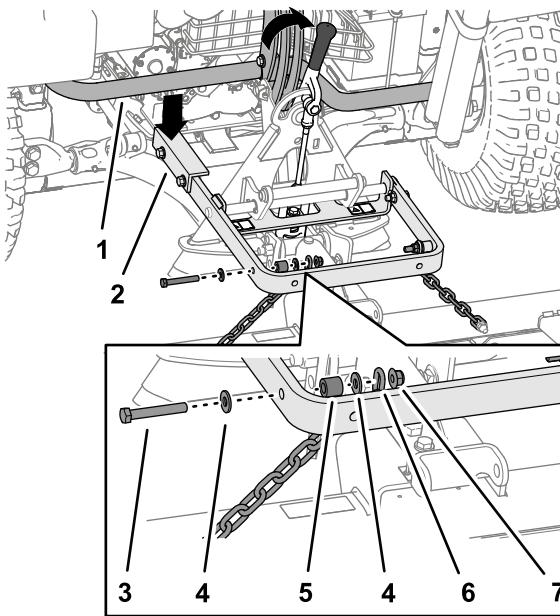

Figura 7
Importante: Il braccio lungo del gruppo del braccio di sollevamento deve essere sotto il gruppo del telaio posteriore del trattore (Figura 7).
Sollevate e spostate sempre l'accessorio per mezzo della maniglia prevista sul retro dell'adattatore per accessori (Figura 7).
5. Fissate l'anello superiore di ciascuna catena alla parte esterna del braccio di sollevamento (Figura 7) utilizzando un bullone (3/8" x 2-1/2"), 2 rondelle (3/8" x 7/8"), un distanziale e un dado di bloccaggio (3/8").